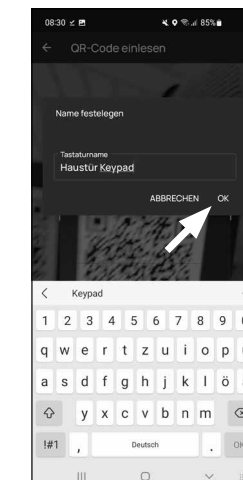

Fig. 10
- 13 En las siguientes ventanas se le pedirá que introduzca un nombre para el teclado. Si utiliza varios cilindros y componentes secuENTRY es recomendable denominar el teclado de manera pueda identificar rápidamente de qué se trata y dónde se encuentra colocado. En el ejemplo mostrado en estas instrucciones, el teclado recibe el nombre de «Teclado puerta principal». Confirme el nombre con «OK» (Fig. 10).